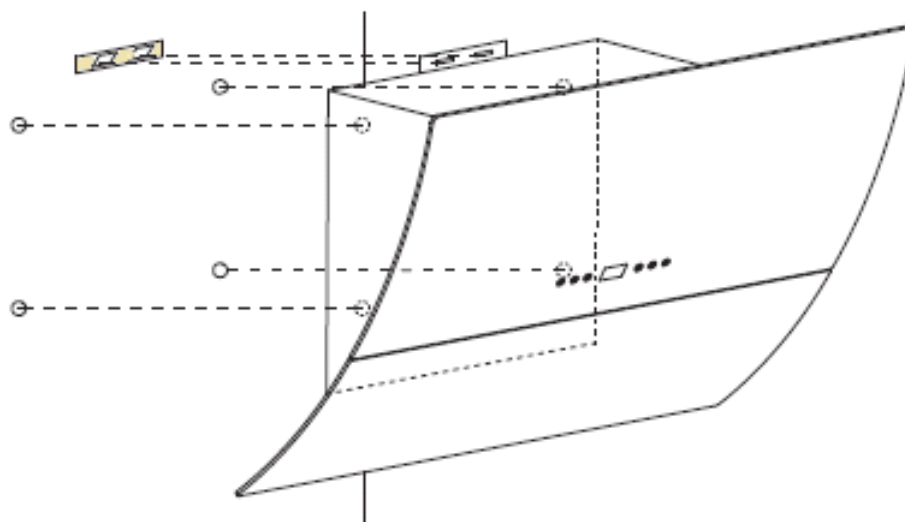

Abb. 2
2. Bohren Sie noch 4 weitere Löcher gemäß den beigefügten Dübeln an die Wand gemäß Zeichnung Abb. 2.
5. Fixieren Sie die 4 Schrauben gemäß Zeichnung Abb. 2.